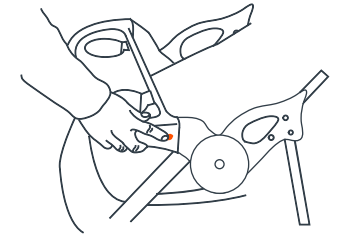

Abb. 13a
- 13) • Um auf den Kindersitz zuzugreifen: Drücken Sie den Entriegelungsknopf des Tablett auf der linken Seite nach innen und drehen Sie das Tablett nach oben (Abb. 13a).